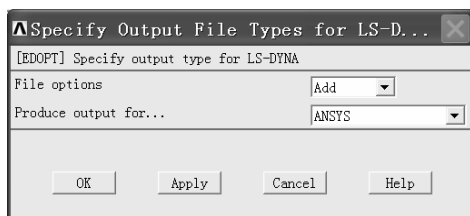

图 4-30 “Specify Output File Types for LS-D...”窗口
(2) 在“Solution Time for LS-DYNA Explicit”窗口中“[TIME] Terminate at Time:”后的方框中输入“0.05”, 然后单击该窗口中的“OK”按钮。注意: 前面输入的“0.05”表示模拟过程的持续时间。持续时间越长计算耗时就越多。这里的“0.05”是由简单的计算确定的: 以 10m/s 的速度运动, 0.05s 可运行的距离为 0.5m, 在这段时间内球壳与方板大概已经分离。
(3) 依次选择 Main Menu>Preprocessor>Solution>Output Controls>Output File Types, 弹出“Specify Output File Types for LS-D...”窗口(见图4-30)。